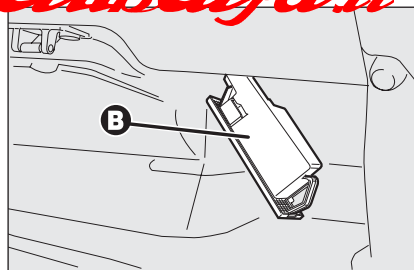

fig. 41
- ☐ sollevare la protezione **B-fig. 41**
- ☐ richiudere la protezione **B-fig. 41**